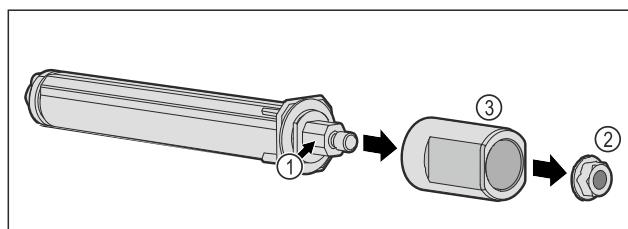

Fig. 58
- Nu dezasamblați sistemul de închidere al ușii Fig. 58 (1).
- Îndepărtați piulița Fig. 58 (2).
- Detaşați manșonul Fig. 58 (3).